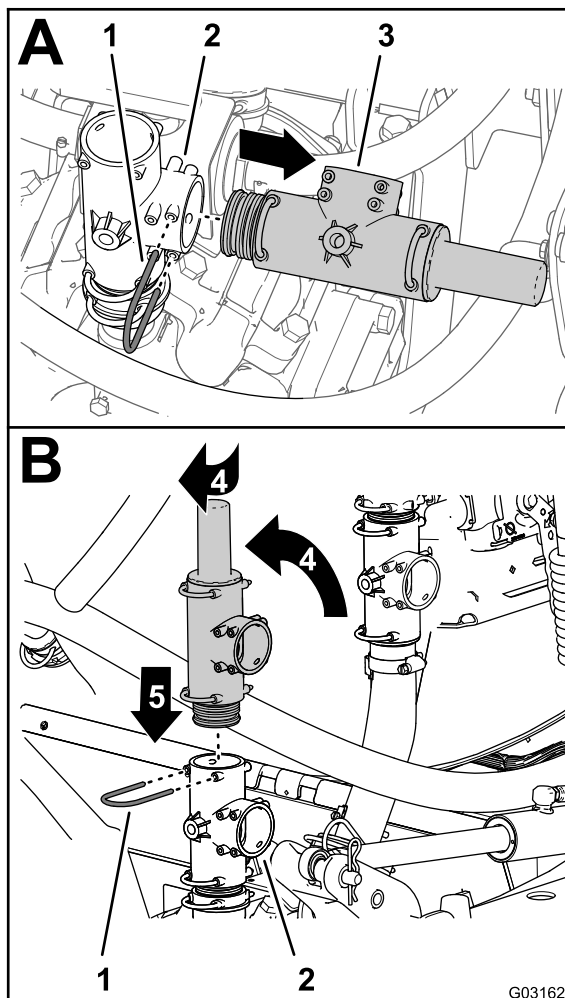

Figure 4
1. Déposez l'étrier qui fixe le clapet de décharge au raccord en T sur la pompe de pulvérisation, et déposez le clapet de décharge (Figure 4)
2. Tournez le clapet de décharge vers le haut comme montré à la Figure 4.
3. Insérez le clapet de décharge dans le haut du raccord en T jusqu'à ce que le clapet soit complètement engagé (Figure 4).